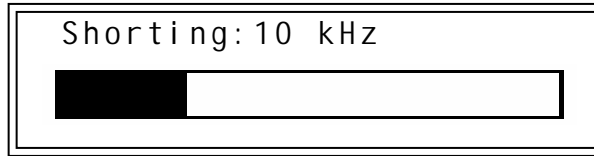

图 4-21
- **ShSWP** 按下软键，对所有频率进行扫频短路校正，并显示如图 4-21 所示的校正进程框。在校正过程中，**ESC** 软键可用，用来结束扫频短路校正，仪器存储的依然是以前的短路校正数据。